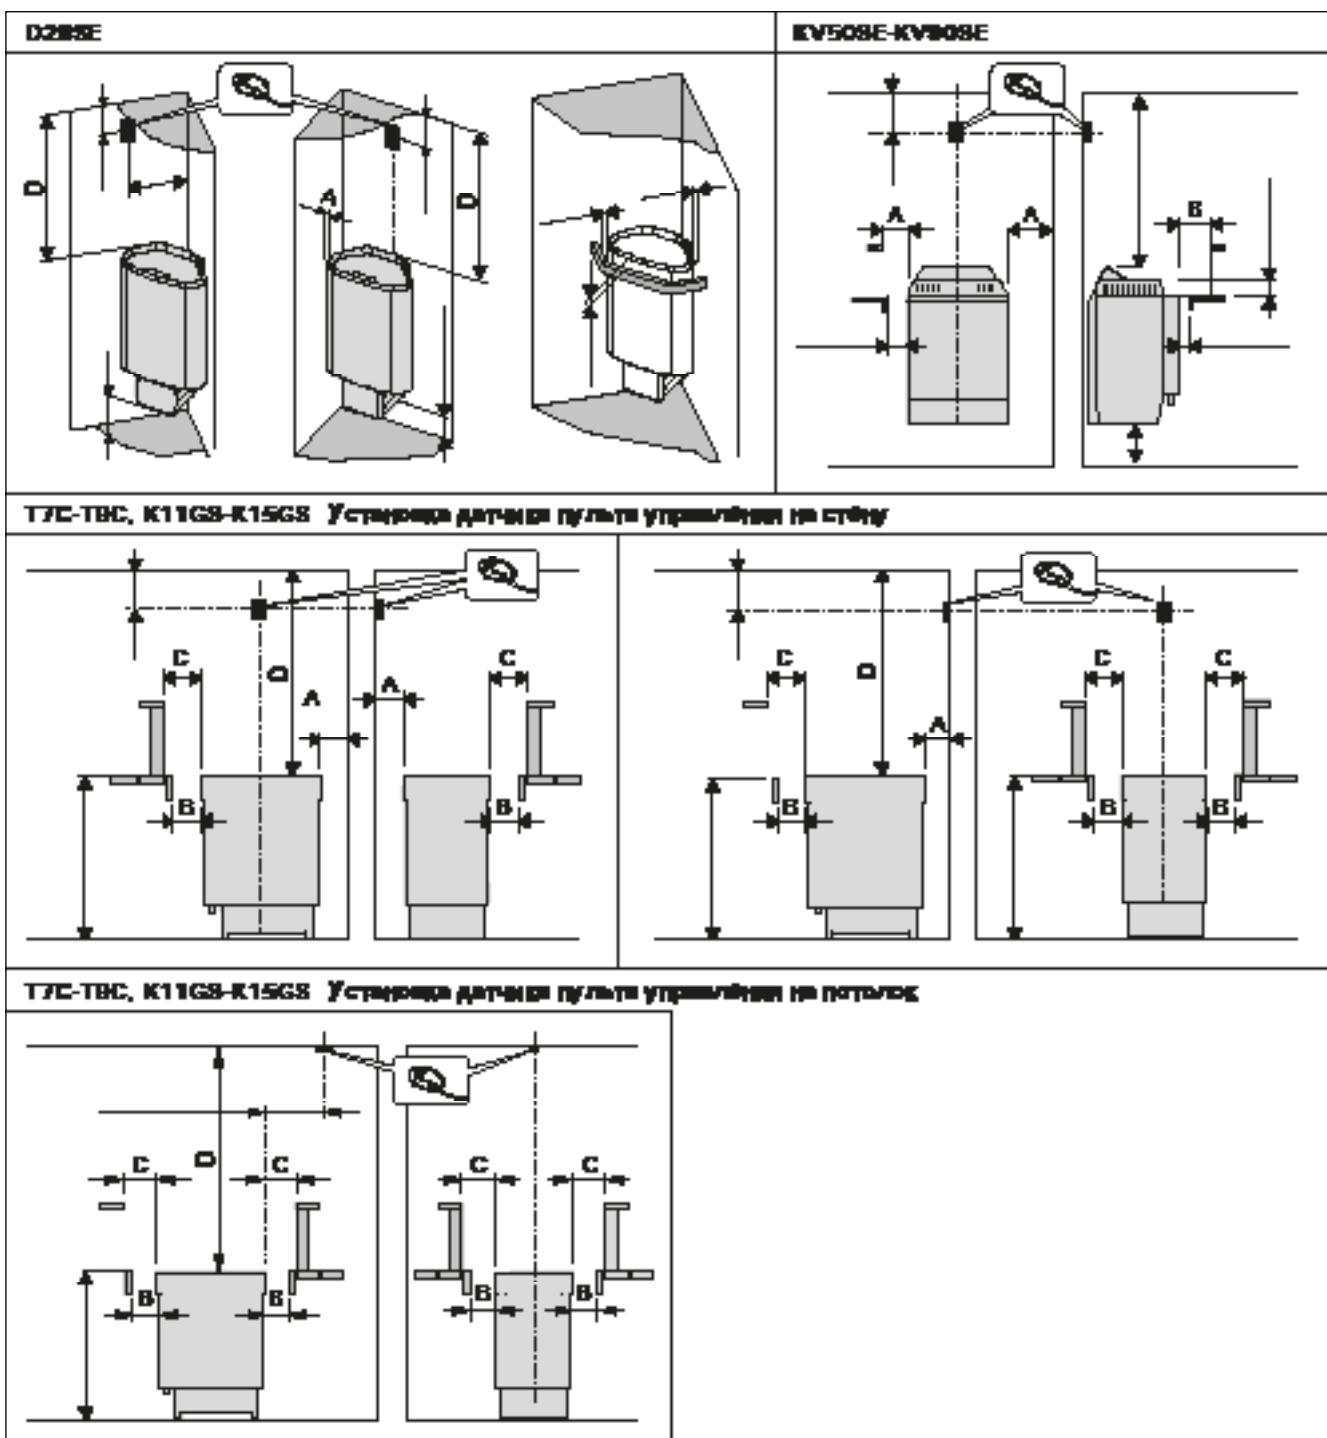
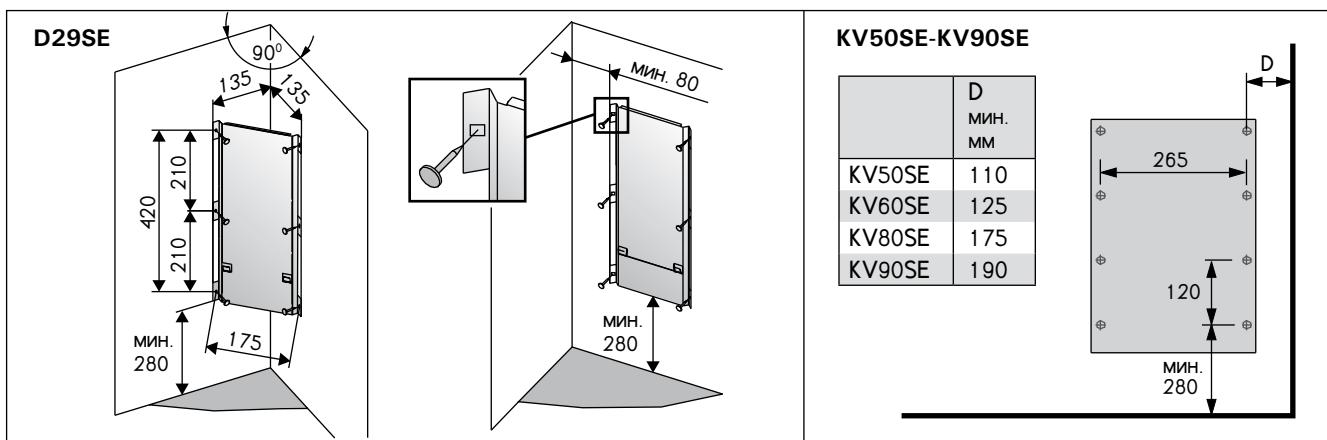

Рисунок 5. Рассстояния безопасности (все размеры приведены в миллиметрах)
Рисунок 6. Установка крепёжной рамы (все размеры приведены в миллиметрах)
- При расположении каменки выполняются условия минимальных расстояний, изображенных на рис. 5 и указанных в таблице 2.
указанные на рисунке 5. Установочные размеры кронштейна показаны на рис. 6.
- С помощью прилагаемых шурупов прикрепите к стене монтажную раму, соблюдая минимальные расстояния, указанные в таблице 2 и на рис. 5. Установка рамы изображена на рис. 6.
минимальные расстояния до легковозгораемых материалов. См. табл. 2 и рис. 5.
При установке защитного ограждения вокруг каменки следует соблюдать расстояния, указанные на рис. 5 и таблице 2.